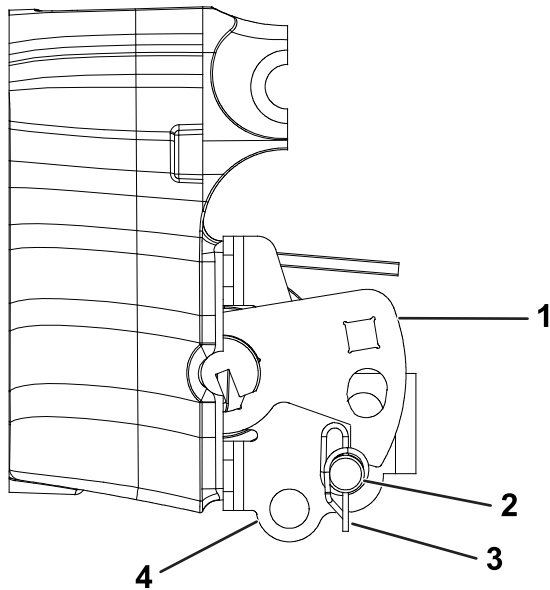

Figure 1
1. Effectuez la procédure suivante pour supprimer la tension du dispositif d'équilibrage de la suspension. Voir Figure 1.
- 13. Avec la goupille fendue retirée précédemment, fixez l'axe de chape dans les trous au centre du support d'équilibrage et sous le bras de tension ; voir la Figure 1 pour l'emplacement correct de l'axe de chape.
Remarque: Pour les machines à cylindres hydrauliques, ramenez le dispositif d'équilibrage à la configuration des machines à cylindres électriques, comme montré à la Figure 1. Cette position compense le poids supplémentaire de la masse TMD.